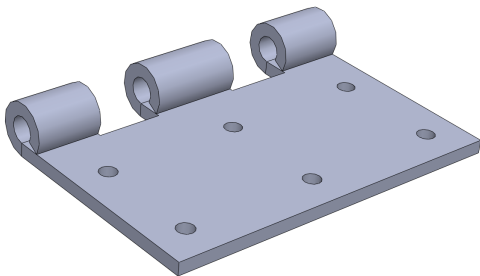

图 9-55 打开素材模型
(1) 单击常用工具栏中的【打开】按钮, 打开一幅素材模型, 如图 9-55 所示。